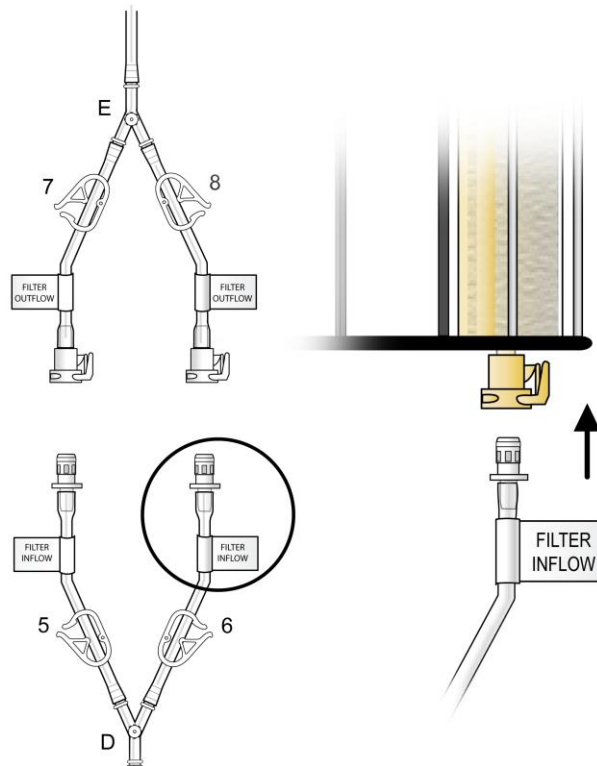

Figura 6
- (e) Conecte las líneas de entrada (etiquetadas e identificadas como en la figura 6) a los conectores de entrada del cartucho situados en la parte inferior del filtro doble. Para completar el montaje, presione juntos los acoplamientos del conector rápido, como se muestra en la figura 6 (macho a hembra) hasta que se escuche un «clic» audible para verificar la conexión (presione y haga clic).